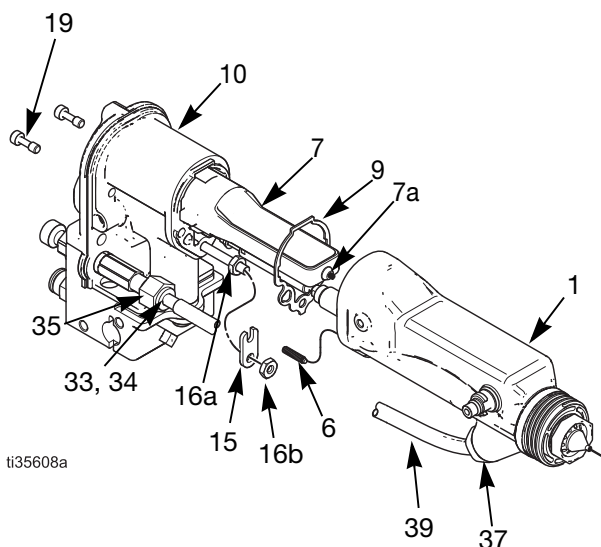

ABB. 27. Einbau des Laufs
1. Prüfen, ob die Dichtung (9) und die Erdungsfeder (6) an ihrem Platz sitzen und die Luftlöcher der Dichtung richtig ausgerichtet sind. Die Dichtung bei Beschädigungen ersetzen.
2. Sicherstellen, dass Feder (7a) auf Spitze des Hochspannungserzeugers vorhanden ist (7). Siehe ABB. 27. Großzügig dielektrisches Schmiermittel auf die Spitze des Hochspannungserzeugers auftragen. Den Lauf (1) über den Hochspannungserzeuger und auf dem Pistolengriff (10) platzieren.
3. Die zwei Schrauben (19) des Laufs gleichmäßig gegeneinander anziehen (ca. eine Vierteldrehung nach passgenauem Eindrehen bzw. 20 ± 5 in-lb oder 2,3 Nm). Nicht zu fest anziehen.